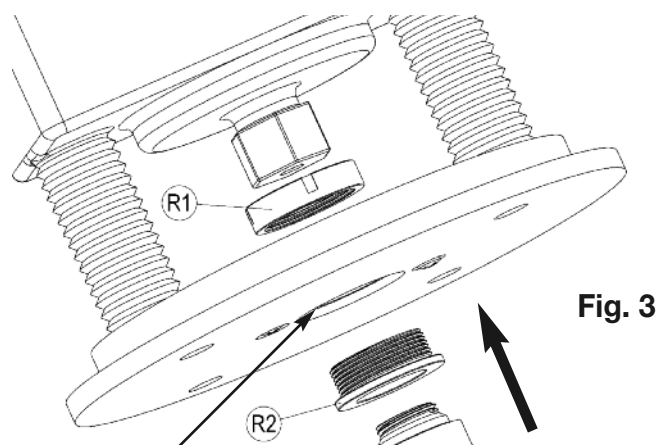

Fig. 3
3. Vissez la douille de guidage de la toupie de 1 1/8 po [R-3] dans le centre du manchon de guidage et serrez-la à la main (fig. 3).